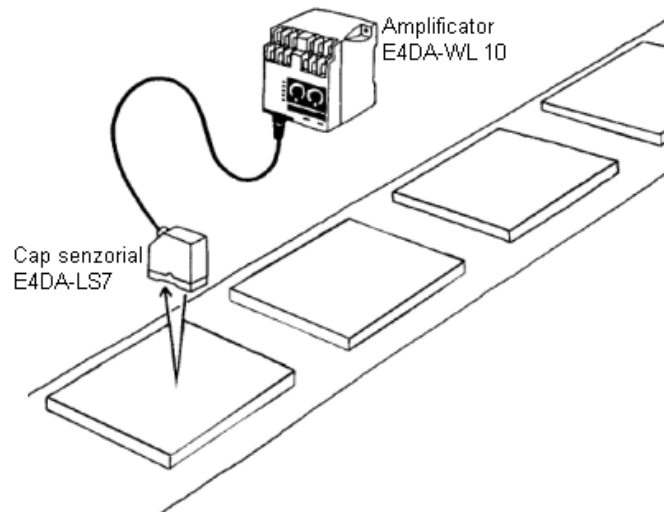

Fig.17
1.7.2. Verificarea pieselor colorate aplicație (fig.17):